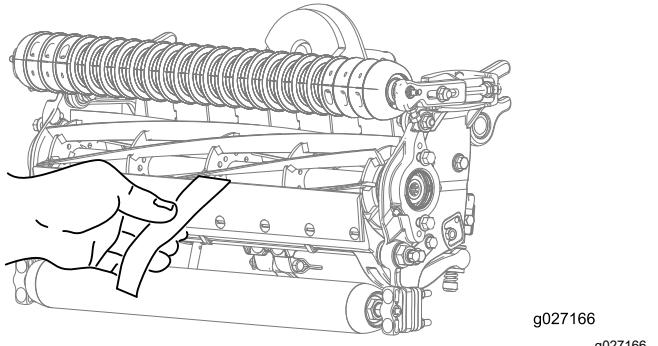

Bild 8
- A. Legen Sie einen langen Streifen des Schnittleistungspapiers (Toro-Bestellnummer 125-5610) senkrecht zum Untermesser zwischen die Spindel und das Untermesser (Bild 8) und drehen die Spindel **langsam** nach vorn; dadurch sollte das Papier zerschnitten werden. Ist dies nicht der Fall, wiederholen Sie die Schritte A und B, bis es klappt.